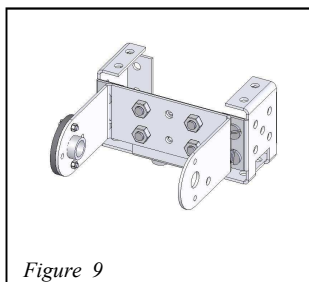
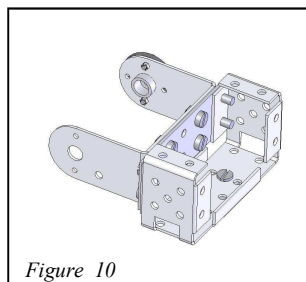

Figure 9
Figure 10
**Étape 6 :** visser le **support latéral fourche (7)** sur une des deux **fourches (11)** (précédemment préparé), voir figure 9, puis visser à l'aide de **vis têtes fraisées de 3 mm (14)**. Voir figure 10.